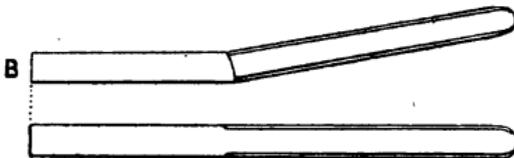

Fig. 132.
**Chasse-clé.** — Le chasse-clé ou chasse-clavette (fig. 132) sert à décaler les pièces montées avec